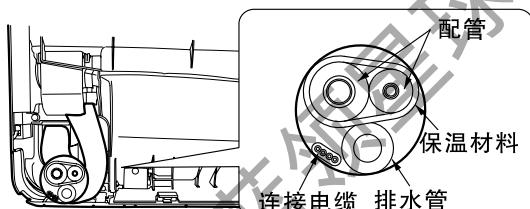
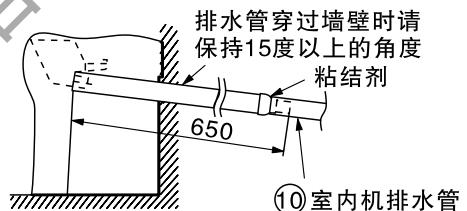

图13
图14
(3) 如图13所示，将配管整形到位后与排水管、室内外连接电缆一起用胶带固定
- 如图14，排水管穿过墙壁时应向下留出15度以上的角度，以确保室内机排水通畅，不会中途停滞。
- 当室内配管从左、右引出和向后引出时，请务必把排水管放在室内配管以下，如图13。
- 可使用附件⑩室内机排水管，将排水管与室内机出水管相接。（若需加长排水管，请选用内径Φ15.5的排水管）
- 为了防止排水管接口处泄漏，请在接口处使用粘结剂，见图14。